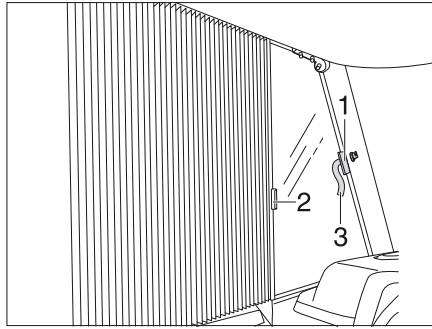

Bild 13 Säkra plisségardiner förar-/passagerarfönster
- Skjut plisségardinerna för förarfönstret och passagerarfönstret under skydden med hjälp av handtagen (Bild 13,2) och säkra med kardborrbanden (Bild 13,1 och Bild 13,3). Plisségardinen är säkrad.